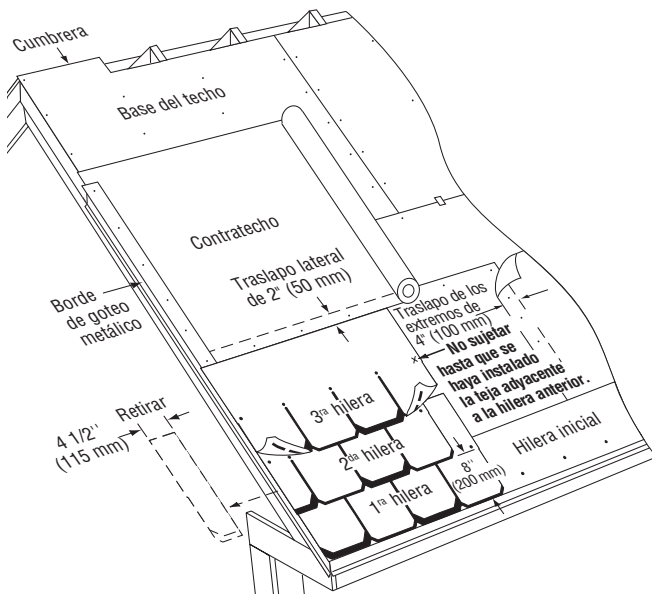

Figura 17-9: Aplique las primeras 3 hileras en una pendiente estándar.
**PRIMERA HILERA:** La primera hilera comienza con una teja entera en la esquina inferior izquierda del techo. Mantenga las lengüetas al ras de los bordes inferior e izquierdo de la hilera inicial (Figura 17-9).
**SEGUNDA HILERA:** Recorte 4 1/2" (115 mm) del extremo izquierdo de una teja. Coloque la pieza grande restante sobre la teja de la primera hilera, al ras con el borde izquierdo dejando expuestas 8" (203 mm) la primera hilera. Marque líneas de tiza de forma horizontal y vertical, según sea necesario (Figura 17-9). Asegúrese de verificar que haya una alineación adecuada.